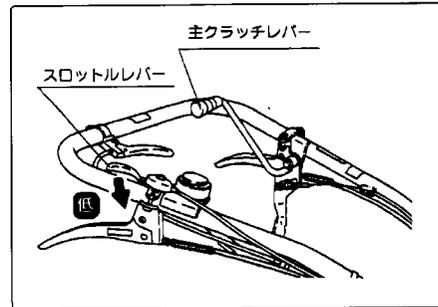

図21
②低速から高速の切替操作は主クラッチを一旦切ってからおこなってください。(図21)
③高速の〔前進後進〕切替操作は主クラッチを一旦切ってからおこなってください。